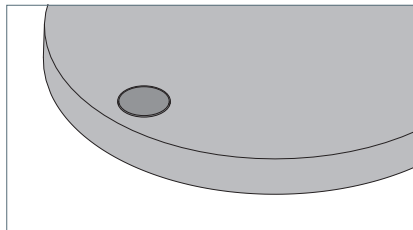

Fig. 8: Touche.
- Appuyez brièvement sur la touche, voir Fig. 8.
- Appuyez sur la touche et tenez-la appuyée, voir Fig. 8.
- Appuyez sur la touche et tenez-la appuyée pendant dix secondes jusqu'à ce que le luminaire commence à s'allumer à intervalles réguliers, voir Fig. 8.